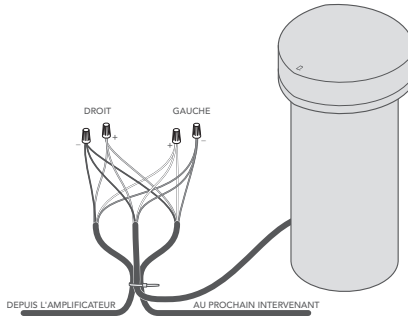

Figure 9
- Comme pour l'installation de l'enceinte satellite, créez une boucle d'environ 250 mm (10po) de longueur, en tirant le fil du côté de la bobine. Laissez 380 à 400 mm (14 à 16 po) de câble supplémentaire afin que le câble ne se plie pas et ne se tire pas lorsqu'il est recouvert de terre dans la tranchée. Utilisez un collier de serrage pour maintenir la boucle de câble en place et créer un réducteur de tension (voir Figure 9).